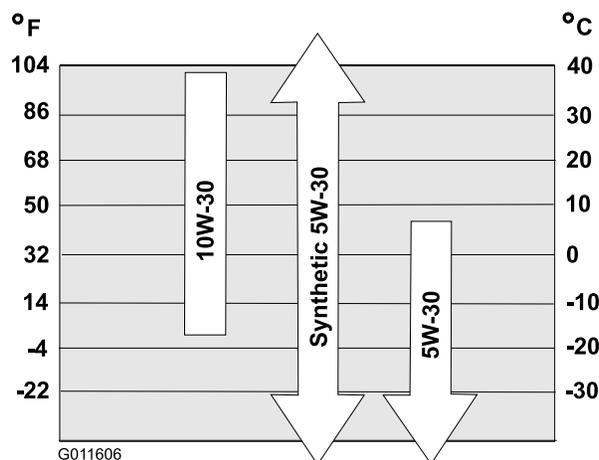

Рисунок 14
Используйте Рисунок 14 приведенный ниже для выбора оптимальной вязкости масла для ожидаемого диапазона наружных температур:
**Примечание:** Заливайте масло в картер двигателя до тех пор, пока масломерный щуп не покажет, что достигнут нужный уровень масла в двигателе, как показано на Рисунок 14. В случае перелива слейте некоторое количество масла из двигателя, как описано в разделе «Замена моторного масла».